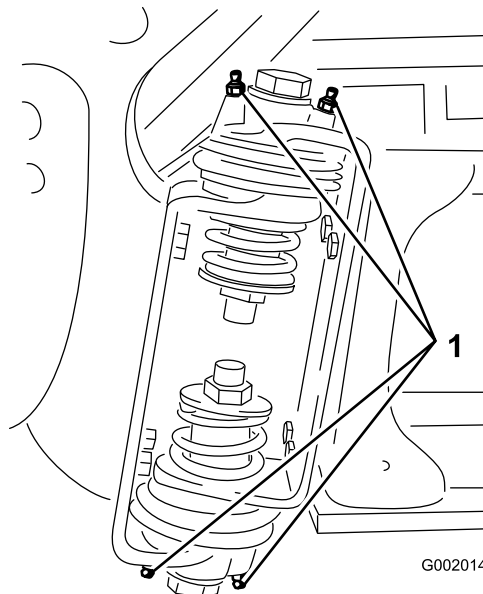

Figura 23
2. Bombee grasa en el cojinete o casquillo de cada punto de engrase Figura 23.